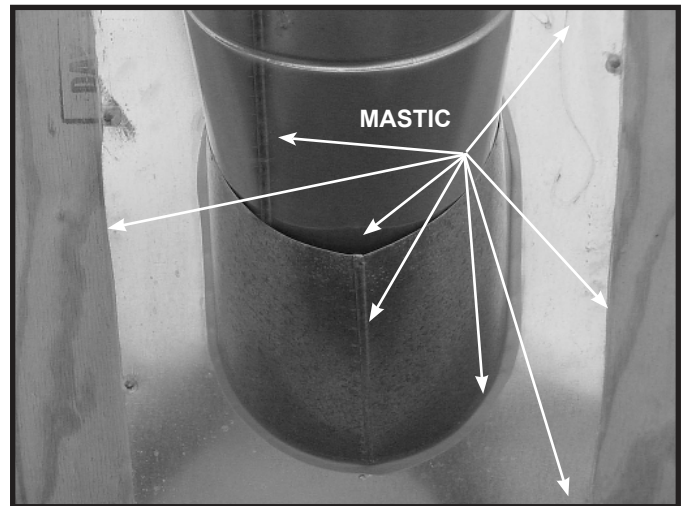

Figure 10.12
- Glissez le solin de toit par-dessus les sections de tuyau qui sortent du toit comme le montre la Figure 10.12.
- Calfeutrez le périmètre du solin là où il est en contact avec la surface du toit. Voir la Figure 10.12.